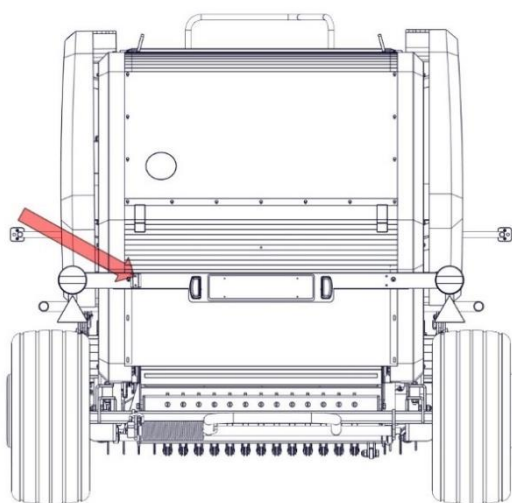

Рисунок 11. Место расположения опознавательного знака тихоходных транспортных средств
- В держателе сзади машины установить задний треугольник - отличительный знак тихоходных транспортных средств (рис. 11).